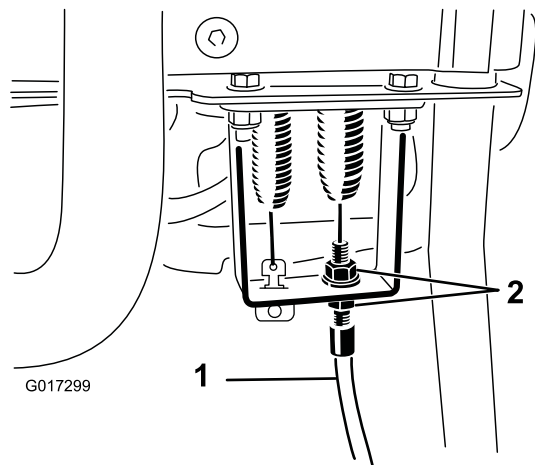

Рисунок 50
4. На переходнике рукоятки управления ослабляйте трос управления барабаном, пока на нем не появится слабина (Рисунок 50).